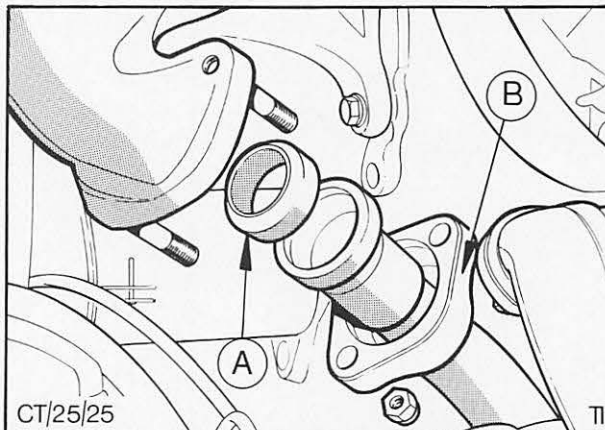

Abb. 6 A = Dichtring, Vorderrohr an Auspuffkrümmer
11. Vorderrohr und Vorschalldämpfer komplett in Einbaulage bringen, hinten in die Gummi-Stegschlaufe einhängen und vorne am Auspuffkrümmer lose anbringen, Abb. 6.